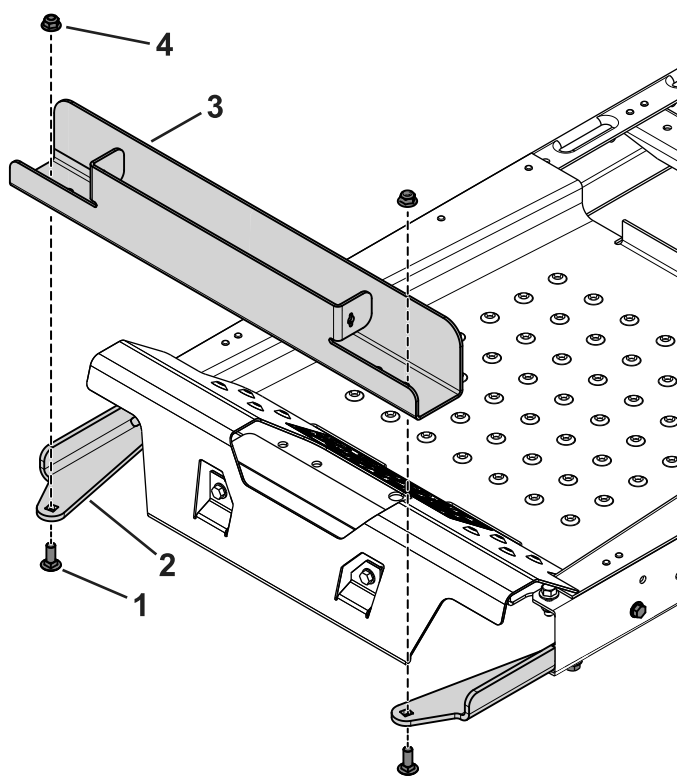

Figura 4
3. Pomoću 2 zavrtanja sa poluokruglom kapom ($\frac{3}{8} \times 1$ " i navrtki sa priрубnicom pričvrstite ležište za teg za nosače (Figura 4).